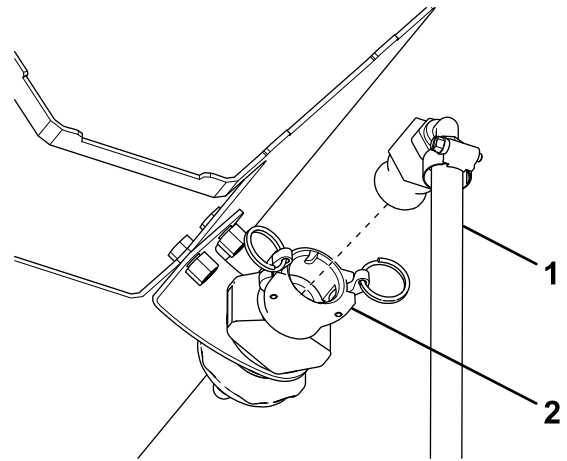

**Figura 55**
7. Levante los cierres del acoplamiento rápido y retire la boquilla de pulverización (Figura 55).
13. Introduzca la boquilla de pulverización en el acoplamiento rápido y baje los cierres para bloquearlo en esa posición (Figura 55).